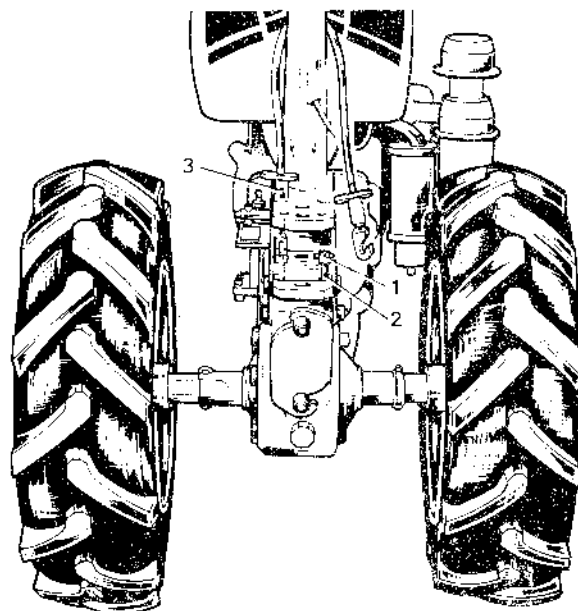

FIG. 11
Si une roue ne tient pas clabotée, il convient d'allonger la tringlerie et pour ce faire de dévisser le barillet (1) FIG. 11 vissé sur la tringlerie de sortie (2) de la roue correspondante.